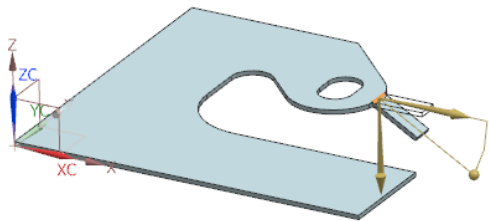

图 4-114 预览显示所创建的折弯特征
(4) 单击“完成”图标，草图绘制完毕，视图区预览显示如图 4-114 所示的钣金件。